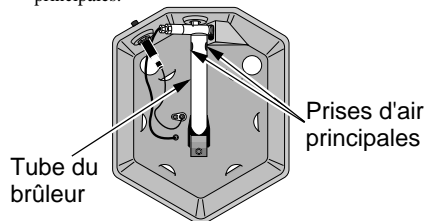

Figure 4 - Vue de dessous du convecteur
Pour vérifier la flamme du brûleur, observez-la par les orifices de ventilation de la partie supérieure du convecteur. La couleur dominante de la flamme du brûleur doit être bleue avec un peu de jaune à ses extrémités. Si la couleur dominante de la flamme du brûleur est jaune, les prises d'air principales du tube du brûleur sous la base du convecteur sont peut-être bloquées (voir Figure 4).
- Retournez le convecteur pour repérer les prises d'air principales du tube du brûleur (voir Figure 4). Le cas échéant, enlevez les débris qui bloquent les prises d'air principales.